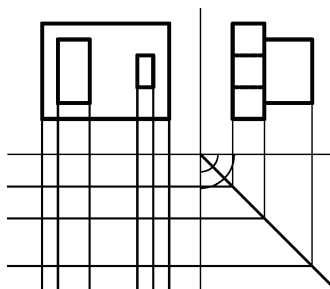

图 2-37 框选“左视图”自动绘制构造线
4) 执行“自动创建构造线”(amautoclines), 选择执行“竖直向下的构造线”选项, 然后框选“左视图”, 系统自动创建构造线, 如图 2-37所示。